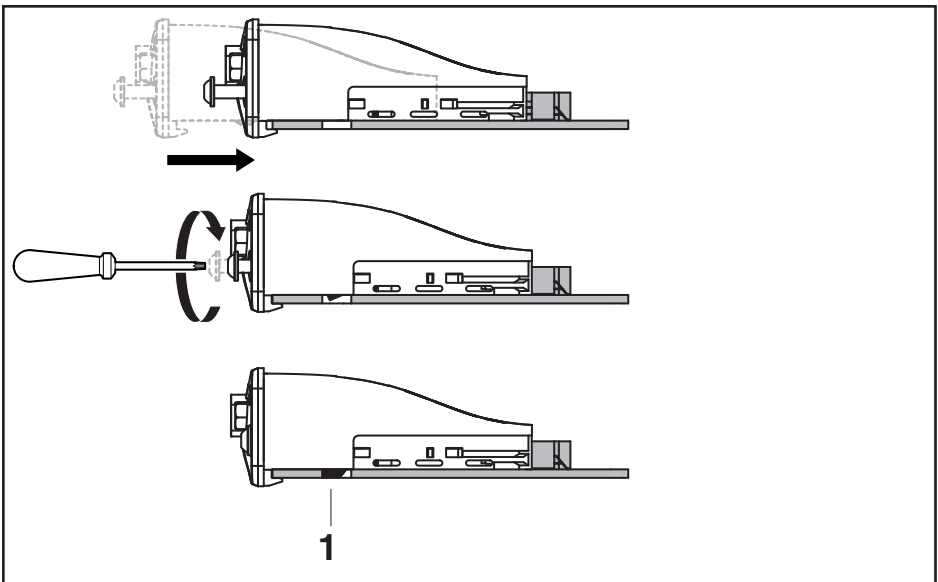

Fig. 3: Funcionamiento del enclavamiento
3. Apretar los tornillos torx frontales hasta que el panel frontal quede enrasado. Enroscando los tornillos se fija la placa de circuitos impresos. Hasta que el módulo de interfaz no está firmemente atornillado, el enclavamiento no encastra por completo (véase la Fig. 3).